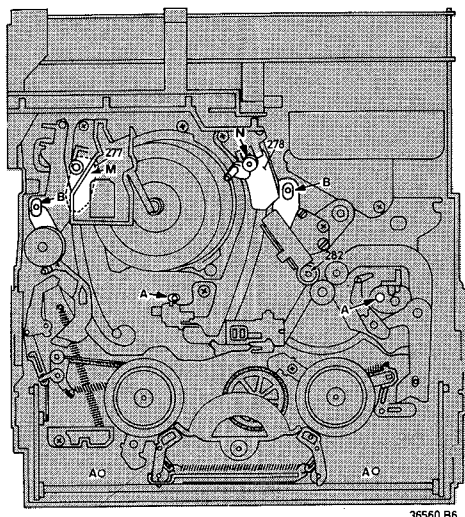

Fig. 2-2-16
- Metall-Bezugslehre 4822 395 80184 an der Stelle der Cassette an die Cassettenauflegestellen A (Fig. 2-2-16) stellen.